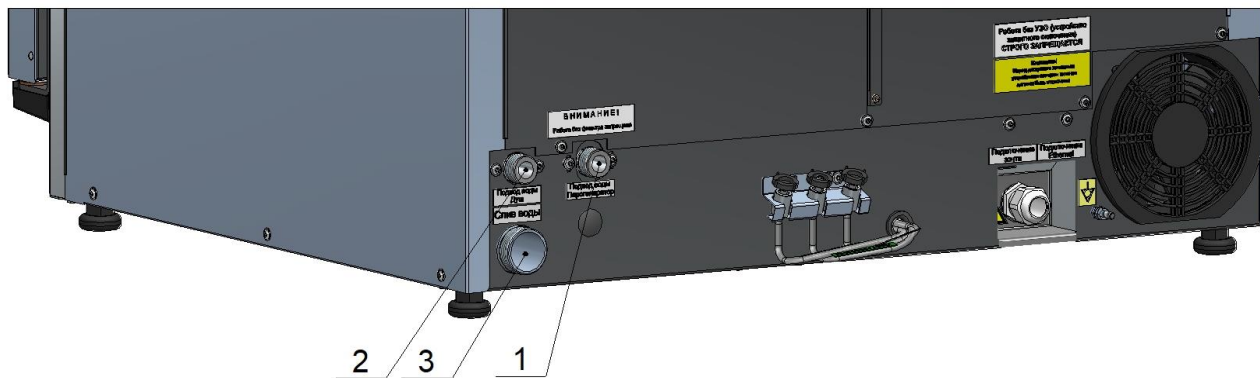

Рис. 4. Подключение к системе водоснабжения и канализации
- G3/4, наружная резьба (см. рис. 4, поз. 1) – парогенератор. Подключать через водоумягчительную установку (водородно-ионного обмена) или фильтр воды. Рекомендуется использовать фильтр BRITA PURITY C300 Quell ST.
- G3/4, наружная резьба (см. рис. 4, поз. 2) – душевое устройство. Допускается подключать к неподготовленной воде.
- подключить пароконвектомат к системе канализации (рис. 5) через соединение резьбой G1¼ (рис. 4, поз. 3). Для подключения в комплект поставки входит труба гибкая K215. Подключение к канализации выполнить с разрывом струи не менее 20 мм от верха приемной воронки (СНиП 2.04. 01-85 п. 17.11).